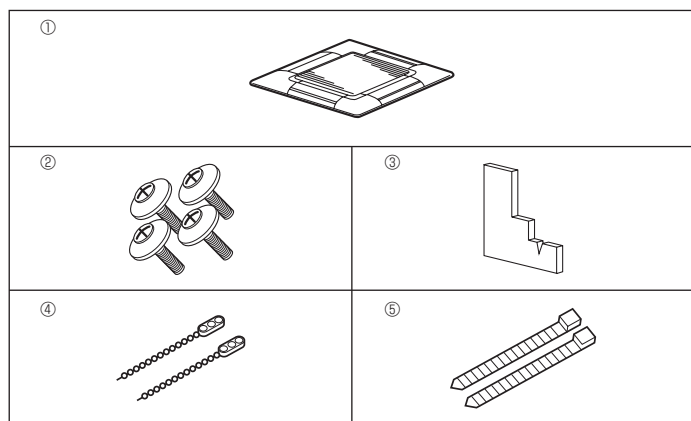

Fig. 5-1
5.1. Comprobación de accesorios de la rejilla (Fig. 5-1)